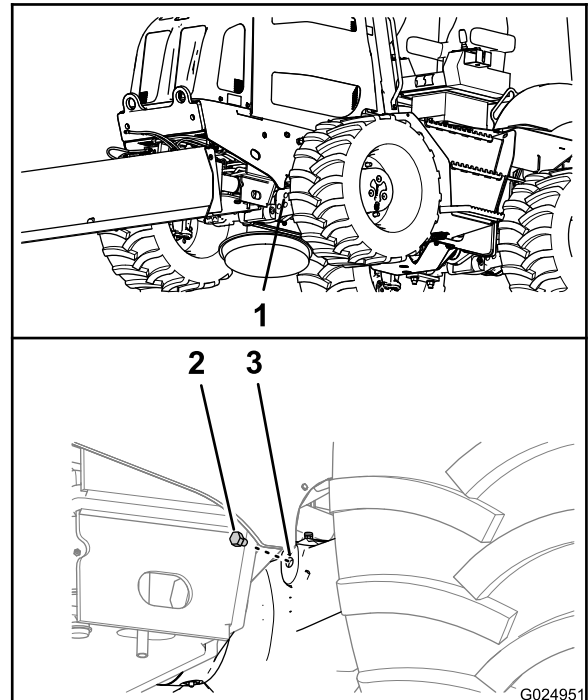
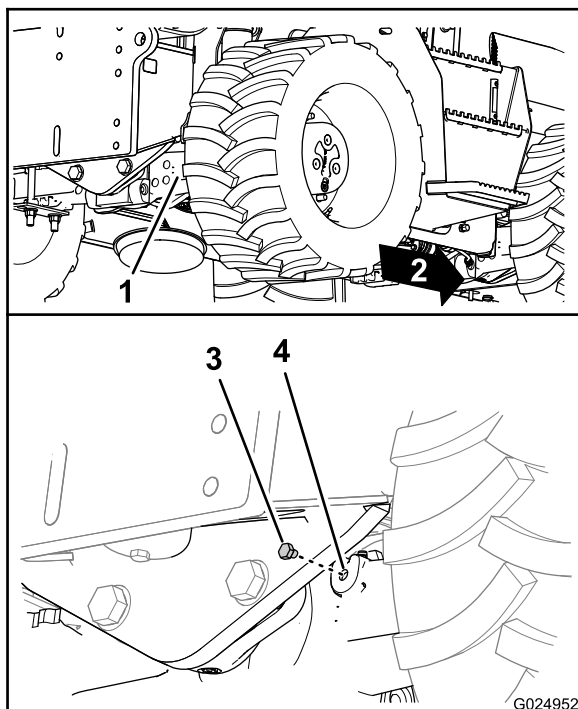

Figura 86
Figura 87
2. Retire los tapones de la mirilla de la caja de piñones del eje (Figura 86 y Figura 87).
3. Mire a través de la mirilla, y compruebe que el nivel de aceite del eje llega a la parte inferior de la rosca del orificio (Figura 86 y Figura 87).
6. Instale el tapón en la mirilla del alojamiento del piñón del eje (Figura 86 y Figura 87)